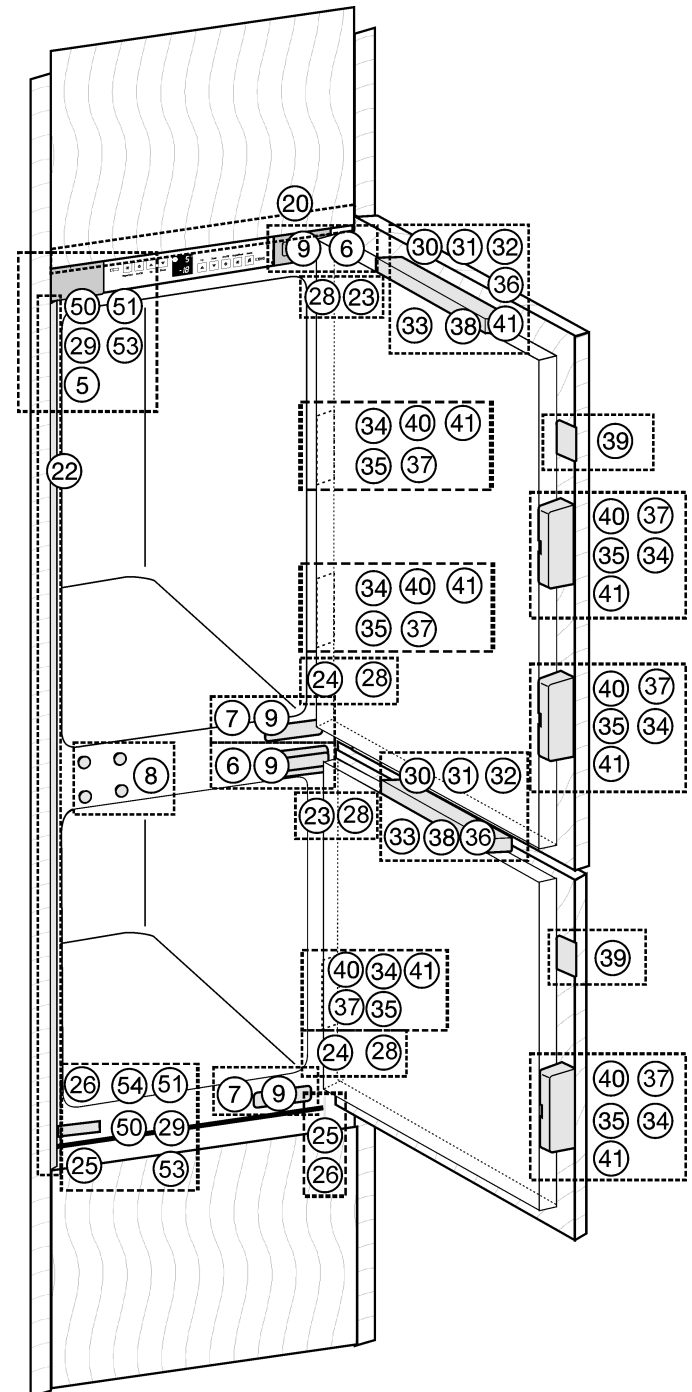

Fig. 6
- ▶ Abdeckungen Fig. 6 (5,6,7) abnehmen.
- ▶ Distanzteil *Fig. 10 (23)* auf die oberen und Distanzteil *Fig. 6 (24)* auf die unteren Scharniere aufklipsen.
- ▶ Abdeckleiste *Fig. 12 (22)* bei Bedarf unten kürzen: Die Abdeckleiste *Fig. 12 (22)* muss 3 mm über der Oberkante des unteren Befestigungswinkels *Fig. 6 (50)* enden.
- ▶ Gerät über die Stellfüße *Fig. 6 (25)* mit beiliegendem Gabelschlüssel *Fig. 6 (26)* gerade stehend ausrichten.